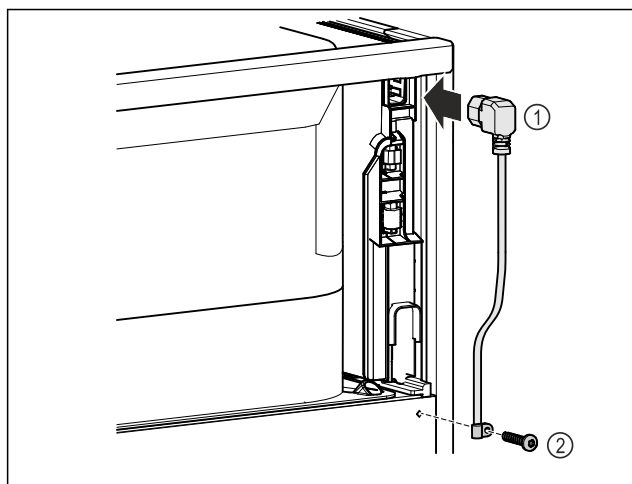

Fig. 8
- ▶ Dugja be a hálózati csatlakozóvezeték csatlakozóaljzatát Fig. 8 (1) a készülék hátoldalába.
- ▶ Szerelje fel a tehermentesítőt. Fig. 8 (2)